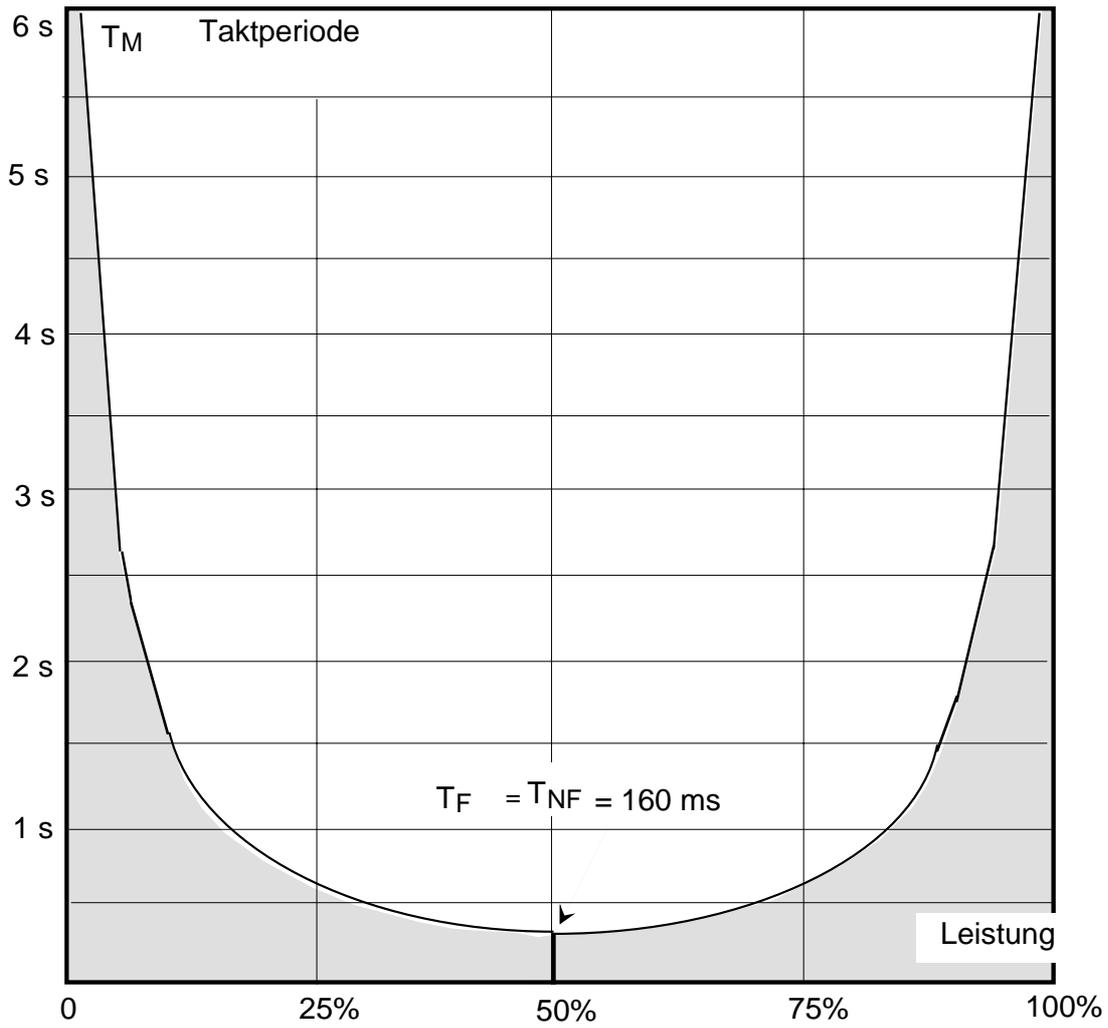

Abb. 4.3 Taktperioden in Abhängigkeit der Leistung
- Beträgt die Leistung weniger als 50%, wird die Aus-Zeit und die Taktperiode größer. Taktperioden bei anderen Ausgängen können Sie der Abb. 4.3 entnehmen.